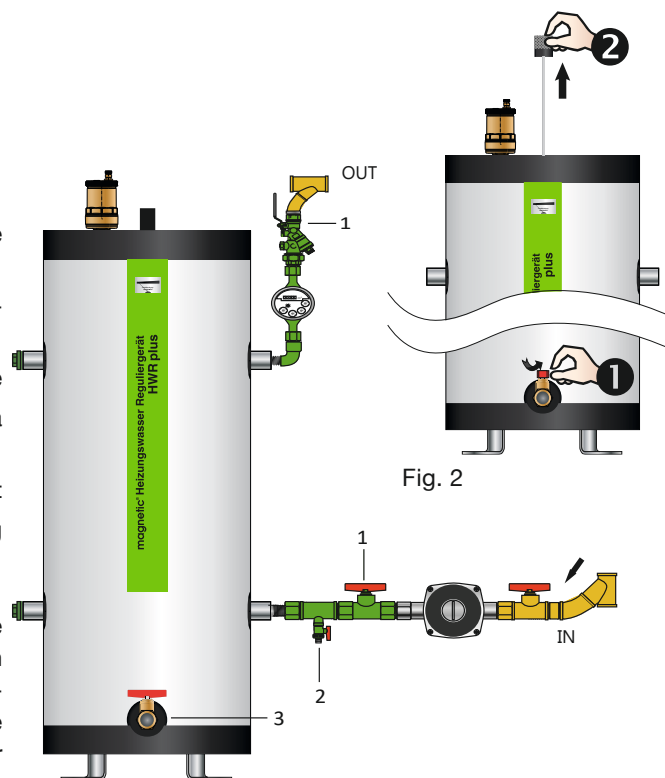

Fig. 2
2. Fermez les vannes d'arrêt (1) à l'entrée et à la sortie.
3. Raccordez le tuyau d'eau au robinet de remplissage et de vidange (2) pour le rinçage.
4. Ouvrez le robinet de remplissage et de vidange (2). Utilisez de préférence de l'eau totalement déminéralisée pour le rinçage.
5. Au niveau du robinet à boisseau sphérique (3), récupérez l'eau de rinçage avec un seau ou acheminez l'eau de rinçage directement à la conduite d'eaux usées avec un tuyau.
6. Ouvrez lentement le robinet à boisseau sphérique (figure 2 – ❶) et tirez lentement l'aimant du filtre à flux magnétique vers le haut le long de la chaîne (figure 2 – ❷).